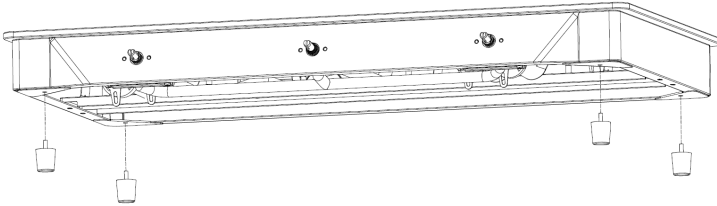

Abbildung 1
1. Nach dem Öffnen des Kartons befestigen Sie die vier Beine an den vier Eckplatten, wie in der Abbildung 1 gezeigt.